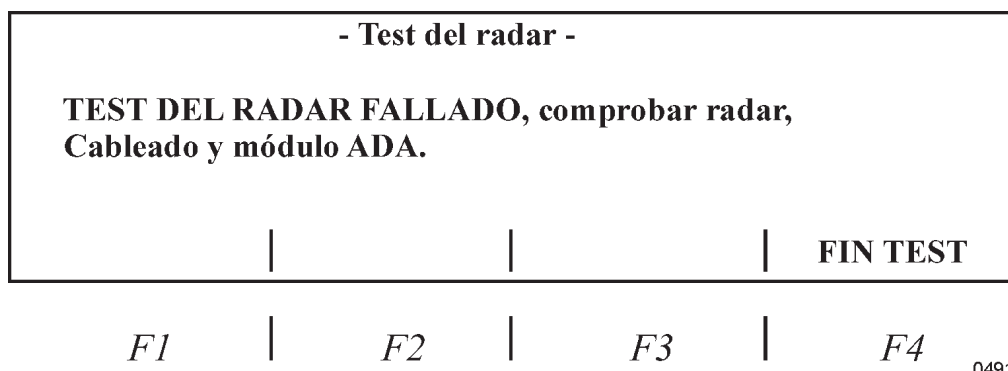

Figura 12-62. Fallo del test del radar
2. Durante los 15 segundos siguientes la velocidad del radar debe estabilizarse en un valor entre 64 Km/h y 80 km/h. Si esto no ocurre se visualizará la pantalla de la figura 12-62.